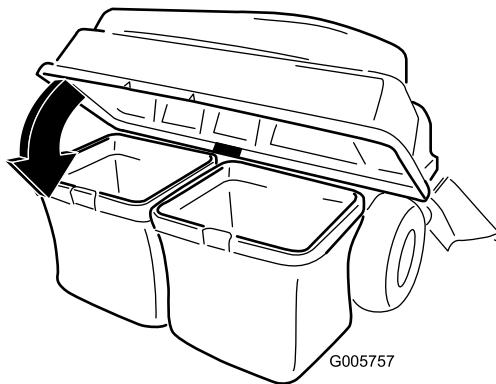

Figure 9
3. Abaissez le couvercle du dispositif de ramassage sur le bac (Figure 9).